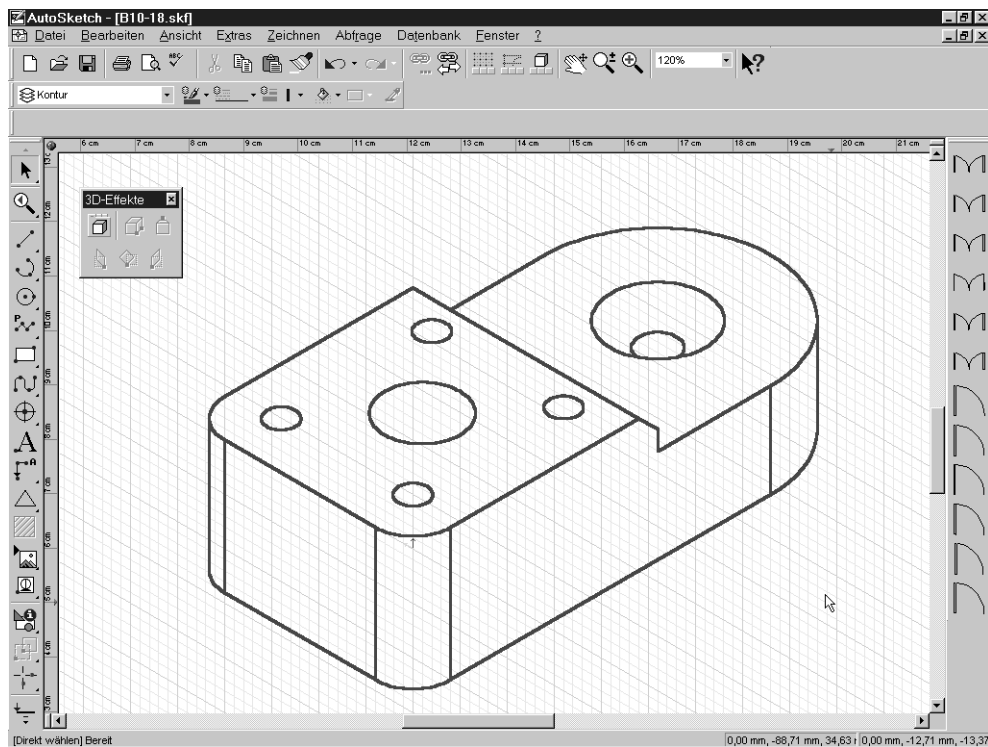

Abbildung 10.18: Das fertige Teil in der Isometrie
- Damit haben Sie die korrekte Ansicht. Sie sollte wie in Abbildung 10.18 aussehen. Falls dies nicht der Fall ist, finden Sie die Lösung in Ihrem Ordner \Aufgaben, die Zeichnung L10-03.SKF.